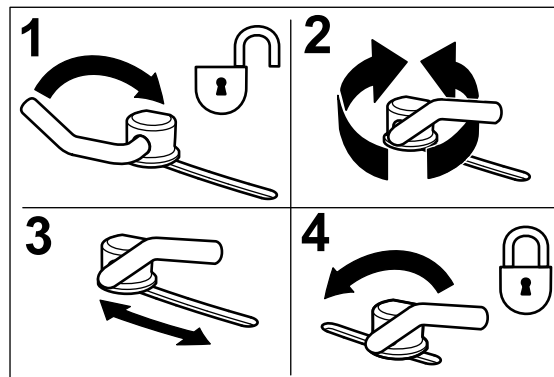

図 15
1. カム・ロックは、レバーをゆるめて調整する (図 15)。
3. 調整ができればレバーを締めてバッフルとカム・ロックを固定する。 (図 15)